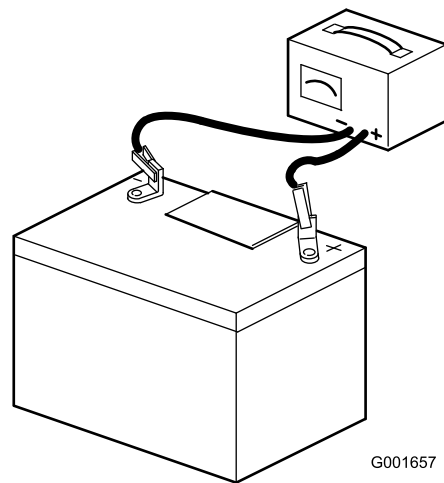

Figure 45
- Quand la batterie est chargée au maximum, débranchez le chargeur de la prise, puis débranchez les fils du chargeur des bornes de la batterie (Figure 45).